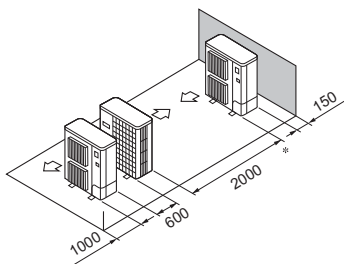

Fig. 3-15
- ⑤ Απλή παράλληλη διάταξη μονάδων (Fig. 3-15)